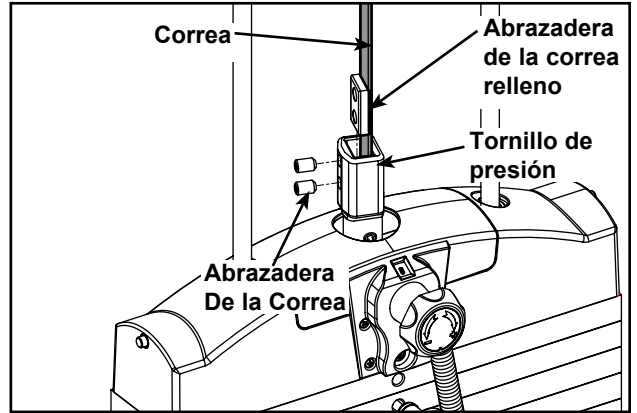

Figura 9
**NOTA:** Tornillos de fijación por torsión de 300-350 pulg./lbs (7,6-8,9 m/kgs). Observe la Figura 9.